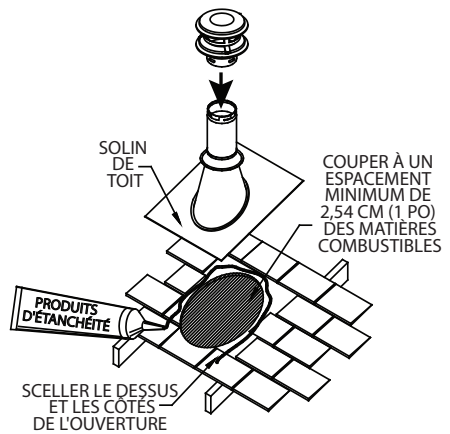

Figure 7
**H.** Après vous être aligné pour le trou dans le toit, en utilisant la même méthode que 2. (B), découper un trou rond ou carré dans le toit (**Figure 7**). Toujours découper le trou avec